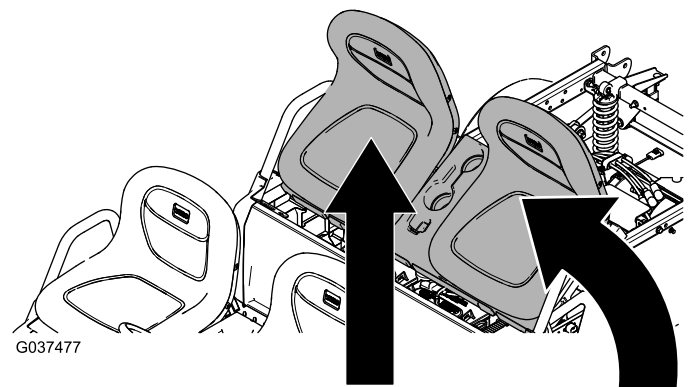

Bild 5
1. Entfernen Sie ggf. vorhandene Rücksitze (Bild 5).